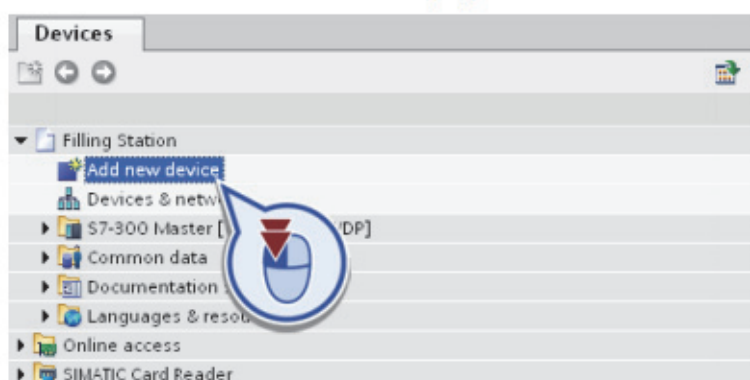

Рис. 1.26. Создание новой панели
– дважды нажмите на «Add new device» в дереве проекта (рис. 1.26);